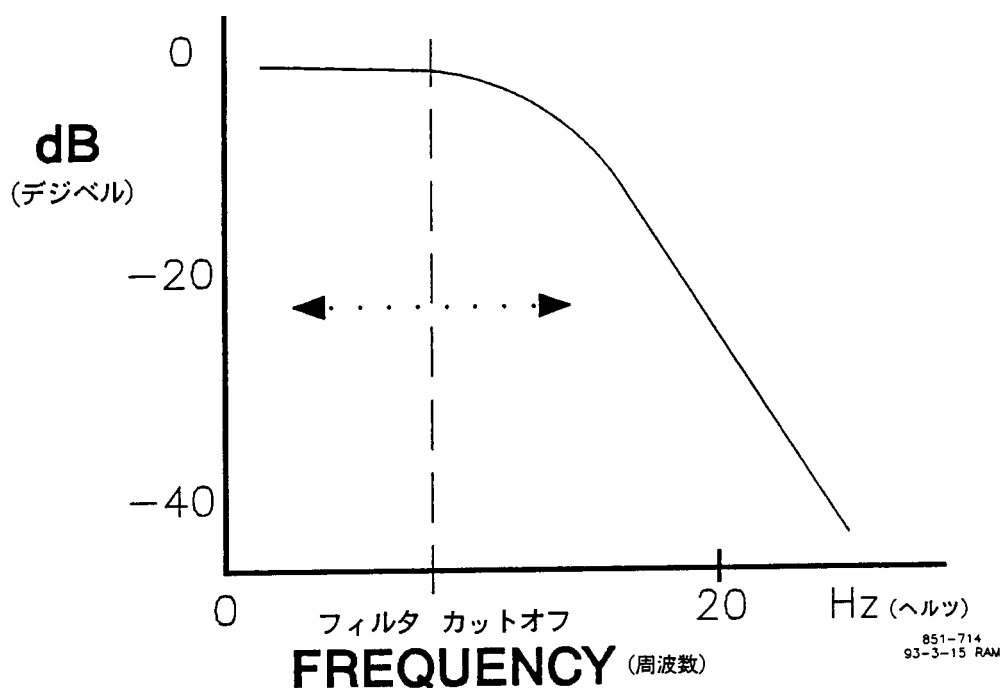

図4-5. スピード・フィルタ
8. Speed Filter (スピード・フィルタ) は速度検出入力に使用されているロー・パス・フィルタのカットオフ周波数を調整します (図 4-5 参照)。フィルタはエンジンの爆発周期を安定させるために使用されます。所定のフィルタ・カットオフ・ポイントを算出するために、次のような等式があります。